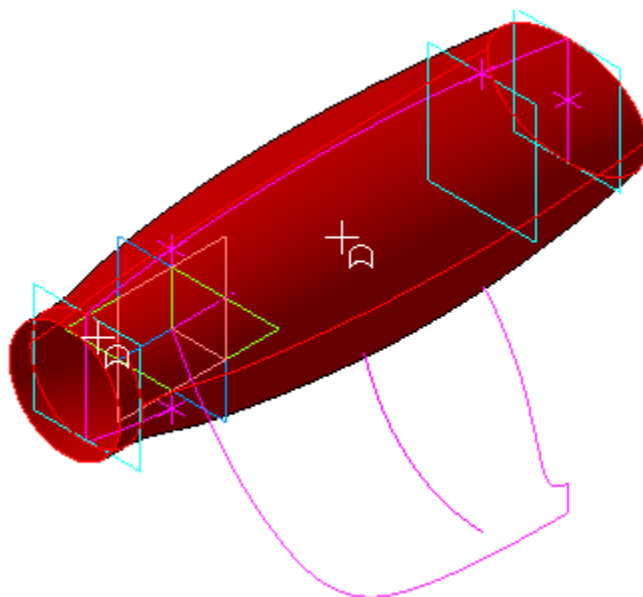

Рисунок 9.
- Укажите поверхности Корпуса и Наконечника (рис. 9).